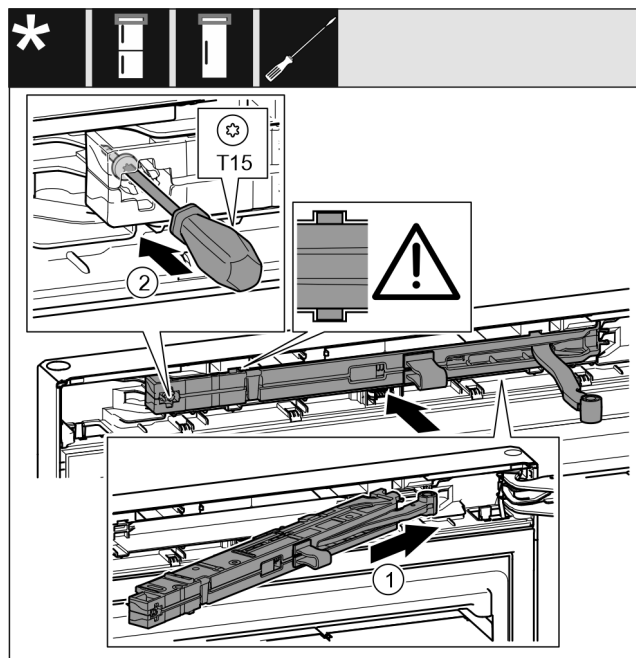

Fig. 46
- ▶ Côté support de palier, pousser l'unité d'amortissement de fermeture Fig. 46 (1) jusqu'en butée de biais dans l'évidement.
- ▶ Serrer la vis Fig. 46 (2) avec un tournevis.